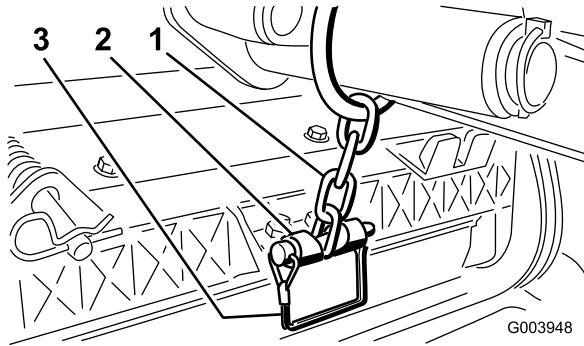

**Figura 18**
- A. Togliete l'acciarino e la rondella che fissano l'albero di articolazione al braccio di sollevamento, ed estraete l'albero dal braccio di sollevamento (Figura 18).
- C. Inserite l'albero del braccio di sollevamento nel braccio di sollevamento e fissatelo con la rondella e l'acciarino (Figura 18).